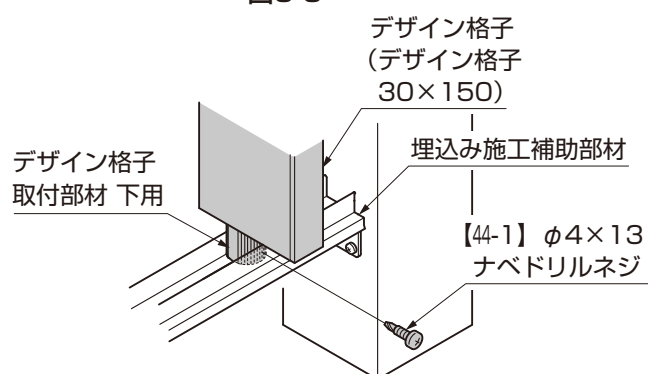

図9-10 デザイン格子の場合
- ③デザイン格子取付部材 下用を埋込み施工補助部材に【44-1】で取付けてください。(図9-10参照)